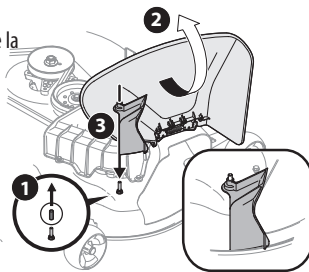

Figura 24
2. Extraiga el tapón protector de goma del pasador de plataforma (1) en la Figura 24.
3. Levante el canal de descarga (2) en la Figura 24 de la plataforma y sosténgalo mientras instala el adaptador del canal de la bolsa (3) sobre la plataforma, como se ilustra en la Figura 24.